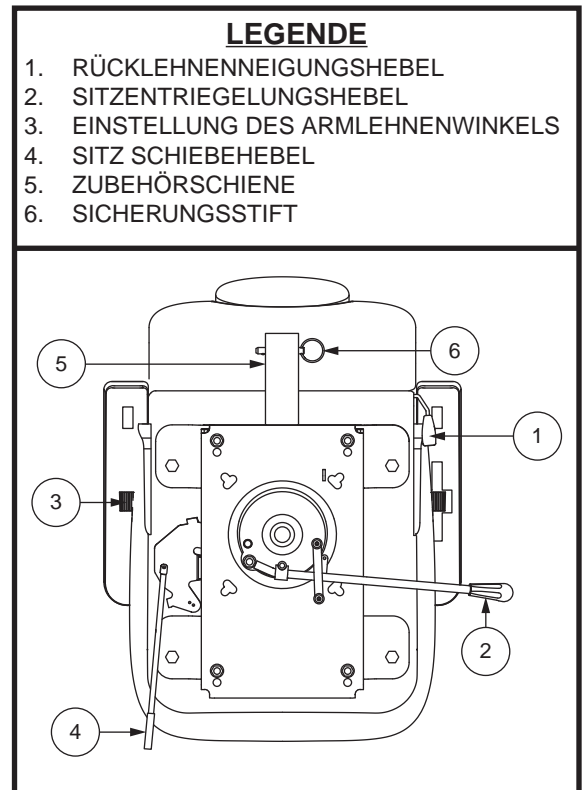

Abb. 16. Sitzeinstellungen – Stil B
Um die verstellbare Rückenlehne einzustellen, befolgen Sie diese Schritte. **Siehe Abb. 16.**
1. Drehen Sie den Hebel zur Verstellung der Sitzposition nach aussen. **Siehe Abb. 16.**
Der Armlehnenwinkel Ihres Elektromobils kann nach oben oder nach unten verstellt werden. **Siehe Abb. 16.**
Die Zubehörhalterung am Heck ermöglicht es Ihnen, persönliche Zubehörkomponenten wie Korb, Gehhilfe oder Sauerstofftank hinter dem Elektromobil anzubringen. Verwenden Sie den Sicherungsstift, um das Zubehörteil sicher an der Halterung zu befestigen. **Siehe Abb. 16.** Für weitere Informationen wenden Sie sich an Ihren Vertragshändler.